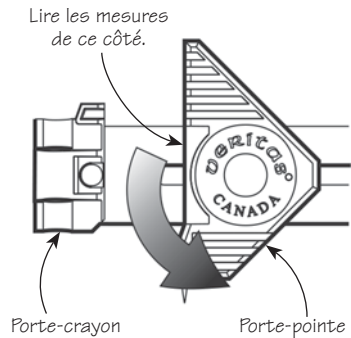

Figure 1 : En position compas
2. Faire pivoter le porte-pointe, comme le montre la **figure 1**, puis resserrer légèrement la molette.